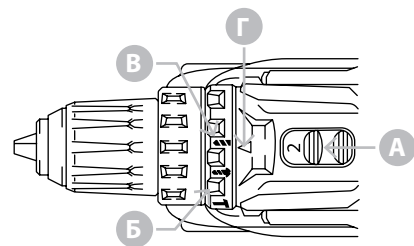

Рисунок 2.3.6. Работа в режиме сверления
❶ Переведите переключатель скорости «А» (рисунок 2.3.6.) на отметку 2.
❷ Отрегулируйте кольцо выбора режима «В» (рисунок 2.3.6.) на отметку «сверление».
2 Установите переключатель «В» (рисунок 2.3.6.) на символ «ударное сверление».